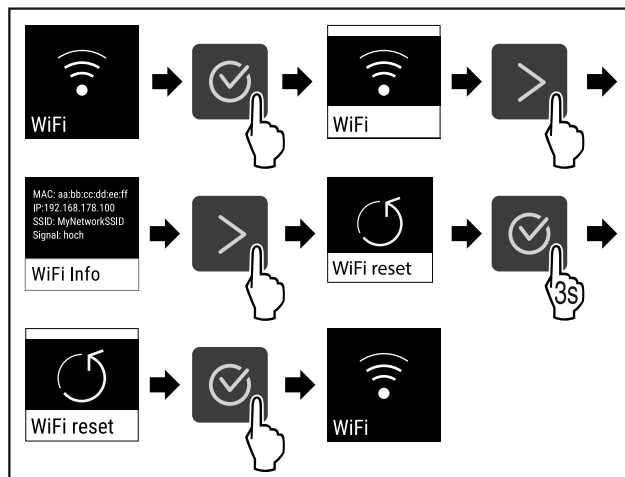

Fig. 87
- ▶ Udfør handlingstrinene (se Fig. 87).